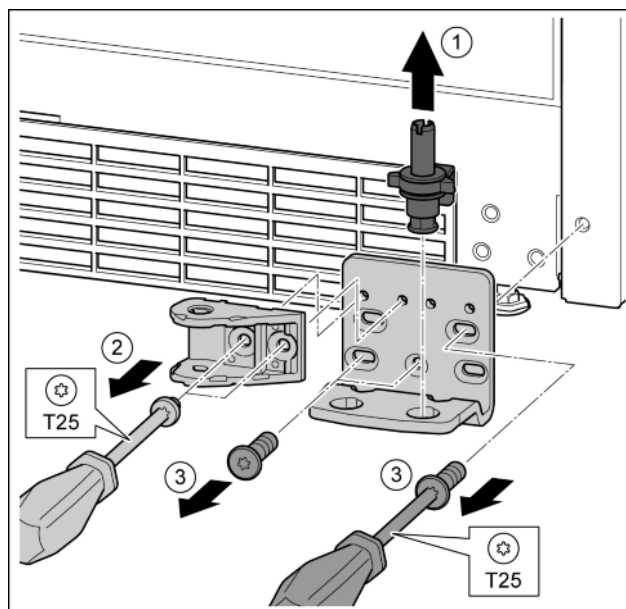

Fig. 33
- ▶ Ložiskový čep celý vytáhněte nahoru. Fig. 33 (1)
- ▶ Šroubovákem T25 vyšroubujte šrouby a sejměte spojení tlumiče zavírání. Fig. 33 (2)
- ▶ Šroubovákem T25 vyšroubujte šrouby a sejměte stojan ložiska. Fig. 33 (3)